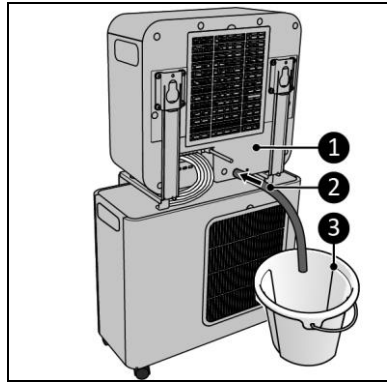

Figure 14
7. Raccordez le tuyau d'évacuation d'eau condensée (figure 14, pos. 2) à l'arrière de l'unité intérieure (figure 14, pos. 1).
8. Guidez le tuyau d'évacuation d'eau condensée (figure 14, pos. 2) vers un seau (figure 14, pos. 3).
2. Le tuyau d'évacuation d'eau condensée (figure 14, pos. 2) doit être raccordé à l'arrière de l'unité intérieure et être guidé vers un seau (figure 14, pos. 3).